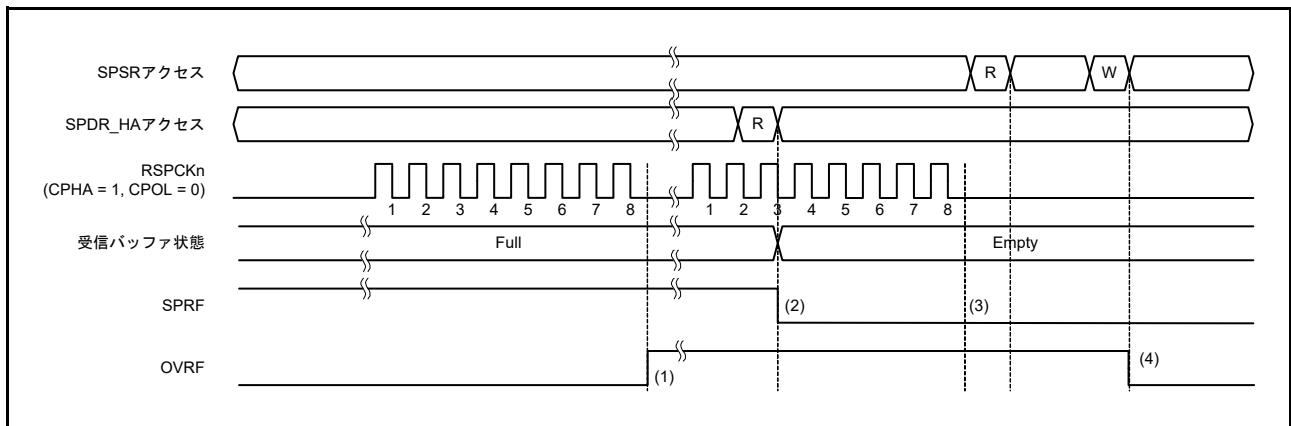

図 30.28 OVRF フラグおよび SPRF フラグの動作例
図 30.28 に、OVRF フラグと SPRF フラグの動作例を示します。図 30.28 に記載の SPSR アクセスと SPDR/SPDR\_HA アクセスは、それぞれ SPSR、SPDR/SPDR\_HA レジスタへのアクセス状況を示しています。“W” は書き込みサイクル、“R” は読み出しサイクルを示しています。この例では、SPCMD0.CPHA ビットが 1、SPCMD0.CPOL ビットが 0 の設定で、SPI が 8 ビットのシリアル転送を実行しています。RSPCKn 波形の下に記載した数字は RSPCK サイクル数 (= 転送ビット数) を示しています。
以下に、図 30.28 の (1) ~ (4) に示したタイミングでのフラグ動作を説明します。
- (1) SPRF フラグが 1 (受信バッファフル) の状態でシリアル転送が終了すると、SPI がオーバーランエラーを検出し、OVRF フラグを 1 にします。SPI はシフトレジスタのデータを受信バッファにコピーしません。また、SPPE ビットが 1 であってもパリティエラーの検出は行いません。
- (2) SPDR/SPDR\_HA レジスタを読み出すと、SPI は受信バッファのデータを出力します。その後、SPRF フラグが 0 になります。受信バッファが空になっても、OVRF フラグは 0 になりません。
- (3) OVRF フラグが 1 (オーバーランエラー発生) の状態でシリアル転送が終了した場合には、SPI はシフトレジスタのデータを受信バッファにコピーしません (SPRF フラグは 1 になりません)。受信バッファフル割り込みも発生しません。また、SPPE ビットが 1 であってもパリティエラーの検出は行いません。オーバーランエラー発生状態で、SPI がシフトレジスタから受信バッファへ受信データをコピーしなかった場合でも、シリアル転送が終了すると、SPI はシフトレジスタが空であると判定します。これにより、送信バッファからシフトレジスタへのデータ転送が可能な状態になります。
- (4) OVRF フラグが 1 の状態で SPSR レジスタを読んだ後、OVRF フラグに 0 を書くと、OVRF フラグは 0 になります。